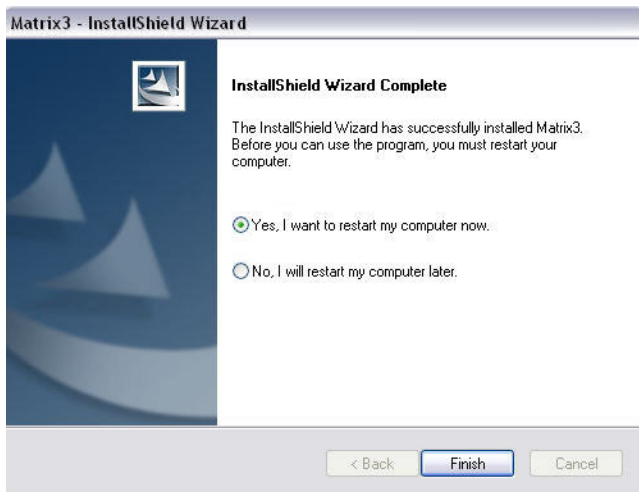

Рис. 10
11. Когда установка завершится, появится следующий экран: Рис. 10. Перед тем как система Matrix сможет работать на ПК, нужно перезагрузить компьютер. Выберите пункт «Yes, I want to restart my computer» [Да, я хочу перезагрузить компьютер] и нажмите кнопку «Finish» [Закончить], чтобы перезагрузить.